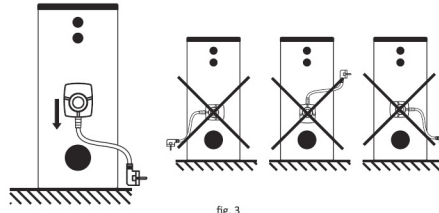

fig. 3
- Montați încălzitorul de apă urmărind indicațiile din fig. 3. Cordonul de alimentare electrică trebuie să fie orientat spre pol.
- Scoateți capacul din plastic (6) situat în partea laterală
- Slăbiți piulițele (3) a flanșei.
- Asamblați flanșa cu mufa sudată (2) și garnitură etanșare din cauciuc (1), furnizate cu încălzitorul. Utilizați șuruburile și piulițele boilerului.
- Folosiți șablonul furnizat cu boilerul pentru a decupa un orificiu în capacul din plastic (6) și în materialul izolat din poliuretan moale (5)
- Montați încălzitorul urmărind indicațiile din fig. 3. Aveți grijă cordonul de alimentare electrică să fie orientat spre pol.
- Slăbiți piulițele flanșei (3)
- Montați flanșa (2) cu mufa sudată și garnitură etanșare din cauciuc (1), furnizate cu încălzitorul. Utilizați șuruburile și piulițele boilerului.
- Asamblați niplul/ mufa (4) cu mufa flanșei (2)
- Asamblați capacul din plastic (6) împreună cu izolația (5)
- Montați încălzitorul (7) urmărind indicațiile din fig. 3. Aveți grijă cordonul de alimentare electrică să fie orientat spre pol